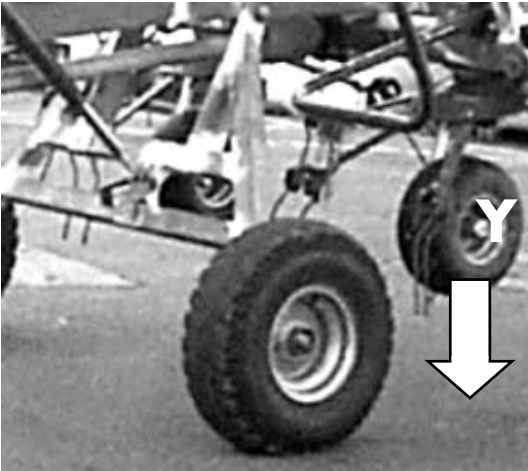

Fig.3-8
1. Abaisser la machine à l'aide du train de roulement jusqu'à amener les roues (Y) juste au contact du sol (fig. 3-8).